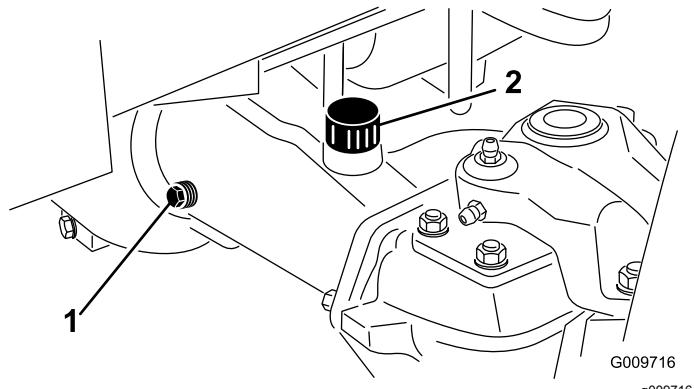

Figura 69
2. Retire un tapón de verificación de un extremo del eje (Figura 69) y asegúrese de que el aceite llega al borde inferior del orificio. Si el nivel es bajo, retire el tapón de llenado (Figura 69) y añada suficiente aceite para que el nivel llegue al borde inferior de los orificios de los tapones de verificación.